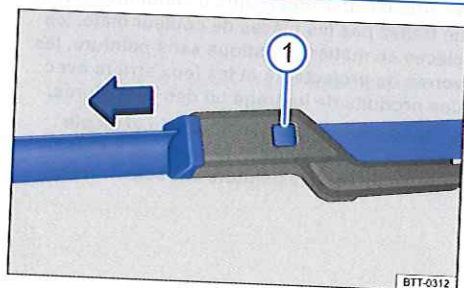

Fig. 234 Remplacement des balais d'essuie-glace avant.
- Maintenez la touche de déverrouillage $\Rightarrow$ fig. 234 ① enfoncée et retirez simultanément le balai d'essuie-glace dans le sens de la flèche.